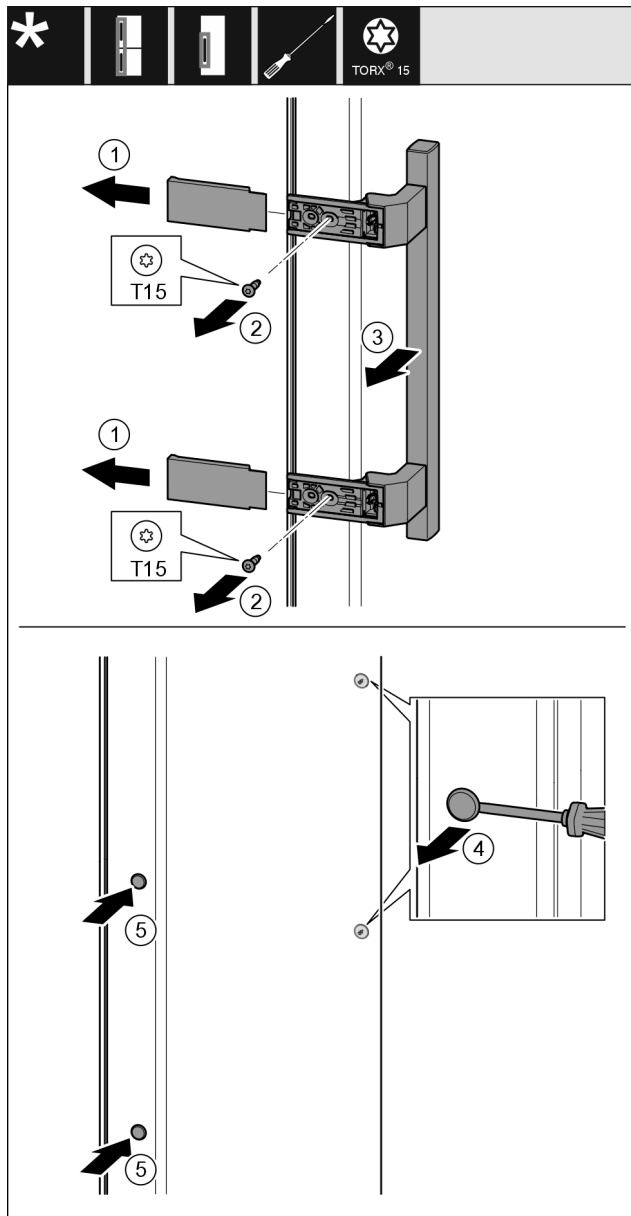

Fig. 25
- ▶ Снимите крышку Fig. 25 (1).
- ▶ Выкрутите винты Fig. 25 (2) отверткой.
- ▶ Снимите ручку Fig. 25 (3).
- ▶ Осторожно приподнимите шлицевой отверткой боковую заглушку Fig. 25 (4) и извлеките ее.
- ▶ Снова установите заглушку Fig. 25 (5) с другой стороны.